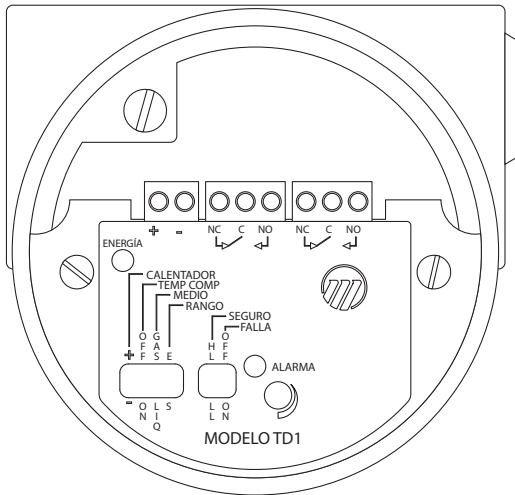
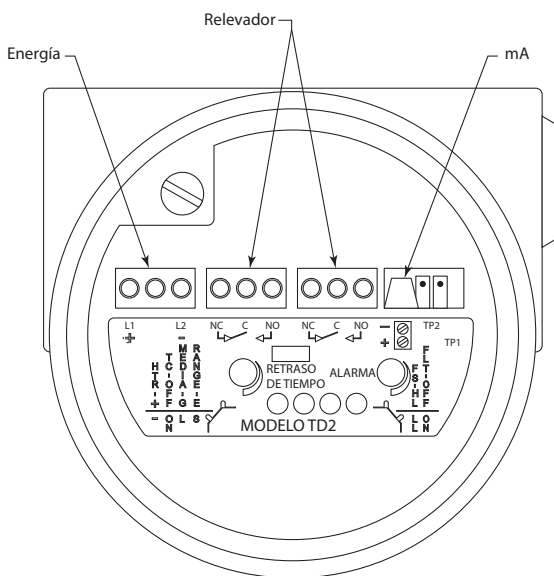

Figura 6
Figura 7
4. Conecte los cables de energía a las terminales adecuadas. Vea la Figura 6 para electrónica TD1 o Figura 7 para TD2. El transmisor TD1 debe conectarse a un circuito de bajo voltaje de seguridad adicional (SELV) con un valor $U_m < 28.8$ V. El TD2 está disponible para energía AC (100 a 264 VAC) o DC (19.2 a 28.8 VDC).
5. Conecte los relevadores (vea Figura 6 para electrónica TD1 o Figura 7 para TD2).
El cableado de la salida mA se muestra en la Figura 7 en la Pagina 6. El cable debe ser 16 a 26 AWG.